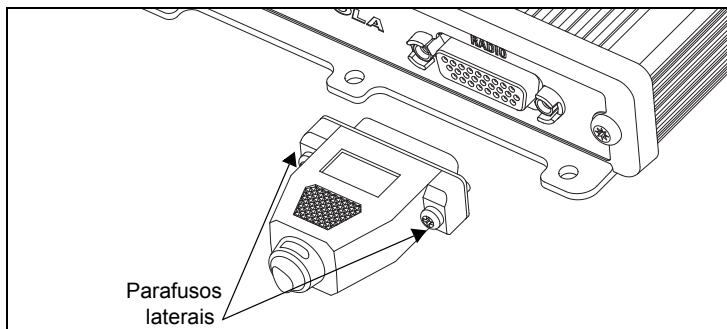

Figura 11: Instalação do Cabo da base para caixa de derivação
2. Fixe o Cabo da base para a caixa de derivação (PMKN4169) ou o Cabo da base para caixa de derivação com cabo de dados USB (PMKN4170) da Base para veículos, apertando os parafusos ao conector da Caixa de derivação do Kit para automóvel MTP6000, conforme apresentado na Figura 11.